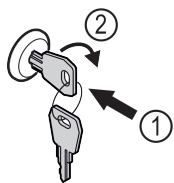

Fig. 120
- ▶ Vstavite ključ Fig. 120 (1).
- ▶ Ključ obrnite v smeri urnih kazalcev za 90° Fig. 120 (2).